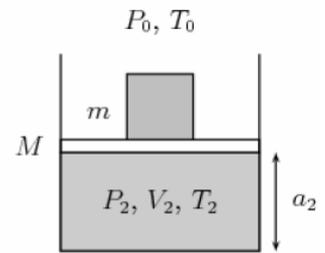

Figure 2.
2.2. On ajoute dorénavant une surcharge de masse m sur le piston (fig.2).